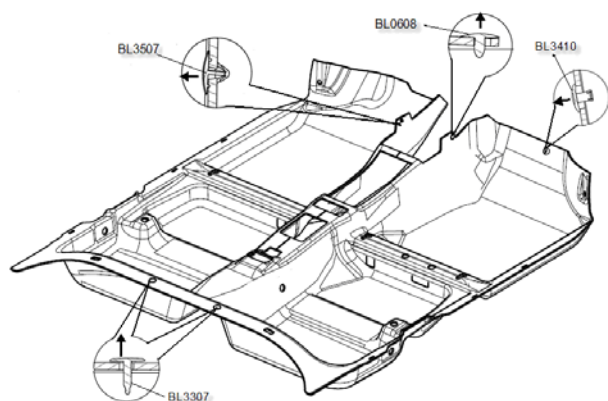

图 7-1-2 地毯安装结构图
- a. 地毯固定卡扣：用一字螺丝刀轻轻撬起卡扣头部，然后用手向上将其取出。相同的方法即可将图 7-1-2 所示卡扣拆卸完毕，然后双手拉起地毯的后部边缘，再水平往后慢慢拽出地毯，直至整个地毯总成完全取出。